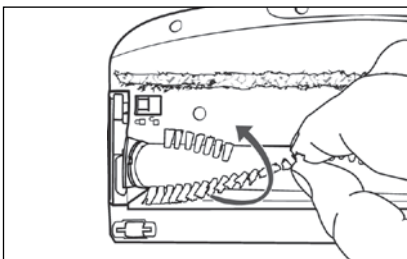

Fig. 30
- 3) Sfilare il rullo a spazzola 21 tirandolo dalle setole fuori dalla spazzola per pavimenti 22. Ruotare leggermente il rullo a spazzola 21 per poterlo togliere più facilmente (vedere fig. 30).